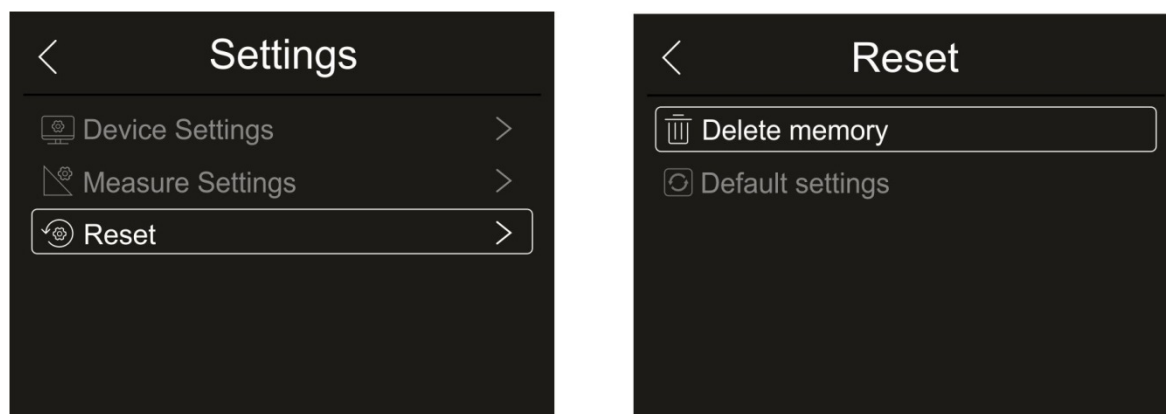

Fig. 30: Menu de réinitialisation de l'instrument
1. Appuyez sur l'élément «Reset». La page-écran de la Fig. 30 – partie droite s'affiche à l'écran. Appuyez sur l'élément «Delete memory». La page-écran de confirmation suivante s'affiche :